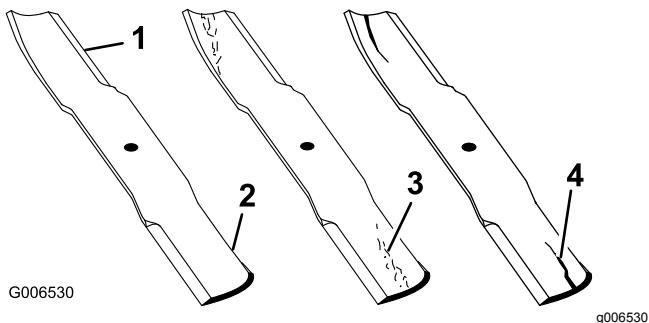

Figura 28
2. Verificate accuratamente i taglienti, con particolare attenzione ai punti d'incontro delle sezioni piatta e curva della lama (Figura 28). Sabbia e materiali abrasivi possono consumare il metallo che connette le sezioni piatta e curva della lama, per cui si consiglia di controllare la lama prima di usare la macchina. Se notate dell'usura (Figura 28), sostituite la lama; fate riferimento a Rimozione e montaggio della lama \(o delle lame\) \(pagina 23\).
Se continuate ad usare la lama usurata, si forma una scanalatura tra la costa e la sezione piatta della lama (Figura 28). Alla fine, un pezzo di lama può staccarsi e venire lanciato dal sottoscocca, con il rischio di ferire gravemente voi o gli astanti.